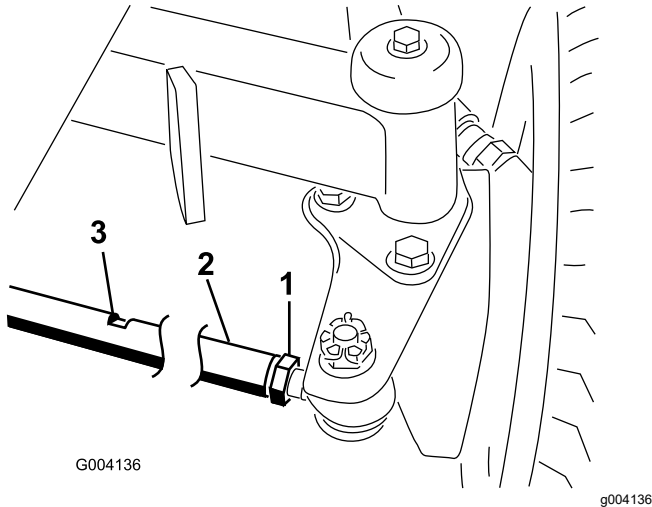

Figura 63
2. Desaperte a porca de bloqueio em cada extremidade da barra de direção (Figura 63).
3. Para inclinar as rodas, rode a barra de ligação rodando-a nas partes planas (Figura 63).
6. Aperte a porca de bloqueio em cada extremidade da barra de direção (Figura 63).